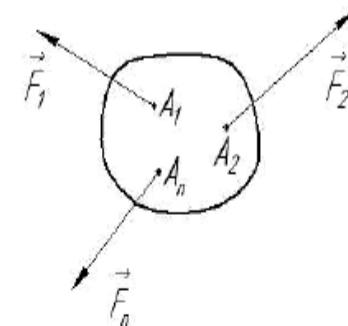

Рис. 2.2
- ▶ **Система сил** – совокупность сил, приложенных к телу (рис. 2.2).